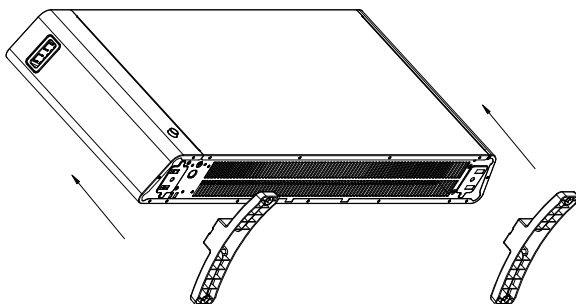

Fig.2
2. Kiinnitä kaksi pohjan jalkaa ylöspäin. (Fig. 2)